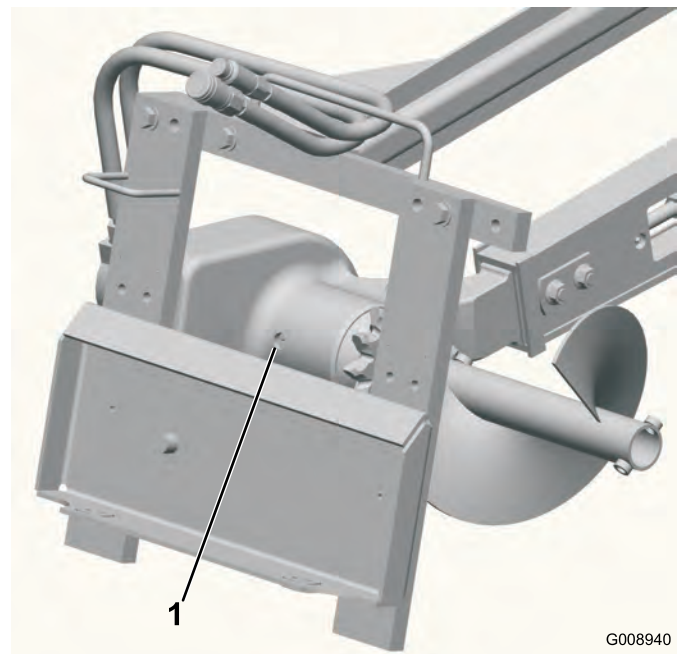

Bild 6
3. Reinigen Sie den Bereich um die Ölfüllschraube am Lagergehäuse (Bild 6).
4. Entfernen Sie die Ablassschraube aus dem Einfüllstutzen am Lagergehäuse (Bild 6).